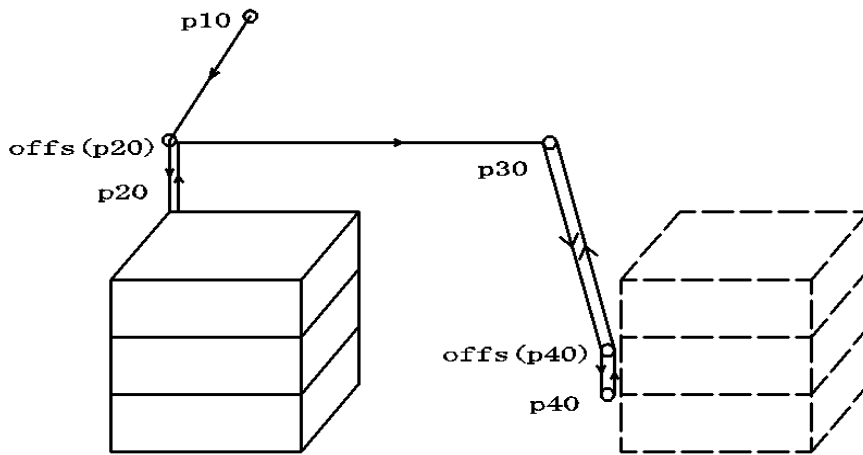

图 3 码垛示意图
- (1) 完成现场工业机器人设备、气泵等基础设备的上电与断电工作；
- (2) 完成 DSQC652 标准 I/O 板与相应信号的配置；
- (3) 完成工件的拾取与码垛的编程与调试工作；
- (4) 工业机器人能全自动运行，完成如图 3 所示的搬运编程与调试。